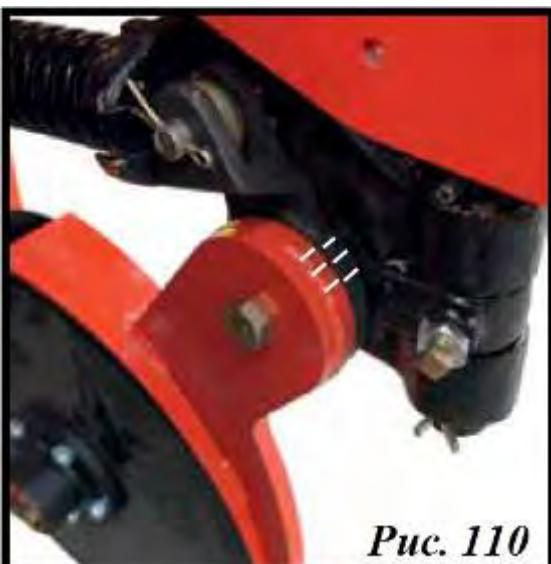

Рис. 110
**ПРИ РЕГУЛИРОВКЕ НАКЛОНА ТЯГИ СЛЕДУЕТ УСТАНОВИТЬ ВЫЕМКИ ЗУБЧАТЫХ КОЛЕС ТАКИМ ОБРАЗОМ, ЧТОБЫ ОНИ БЫЛИ МАКСИМАЛЬНО ВЫРОВНЕНЫ** (рис. 110)